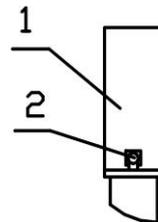

Рис.10.5
10.7.2 Аккуратно уложить кабели в КРИ (КССТ-1, КССТ-2, КС-1, КС-2 или КСУМ-1), закрыть крышку 1 (рис. 10.5), закрепить с помощью винтов 2 и опломбировать.